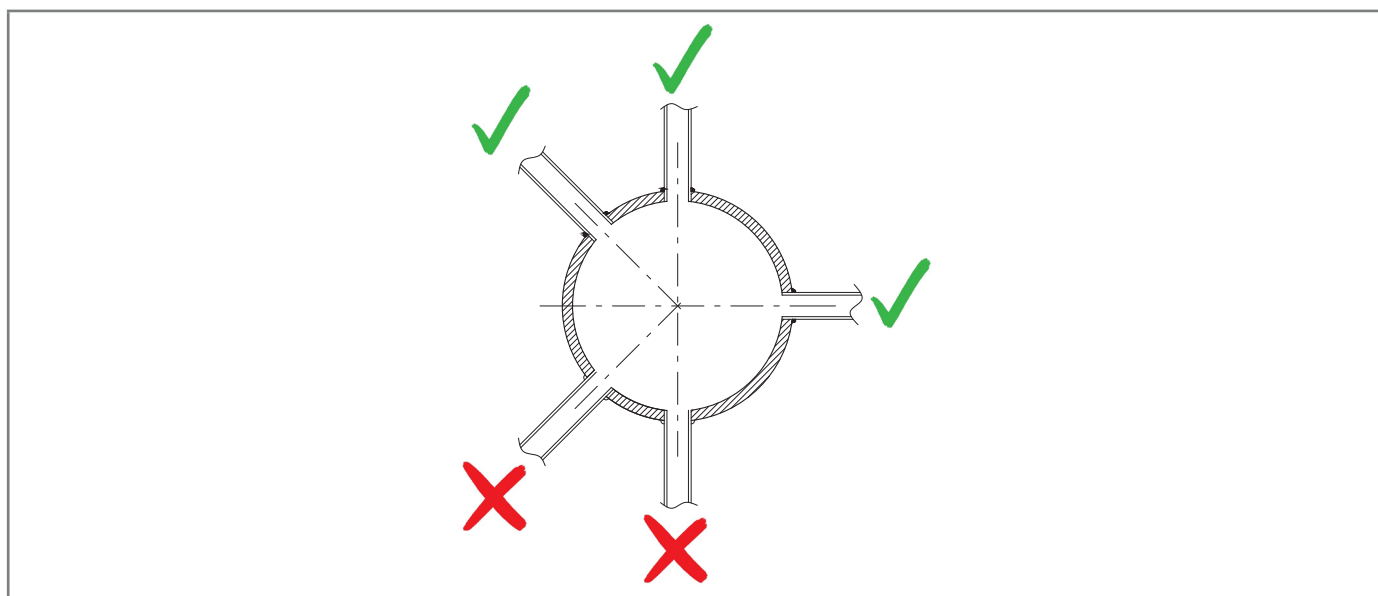

Fig. 6.7. Attacchi saldati della tubazione
- gli attacchi della connessione pneumatica siano sempre saldati sulla parte superiore o sull'asse orizzontale della tubazione stessa (fare riferimento alla Fig. 6.7);